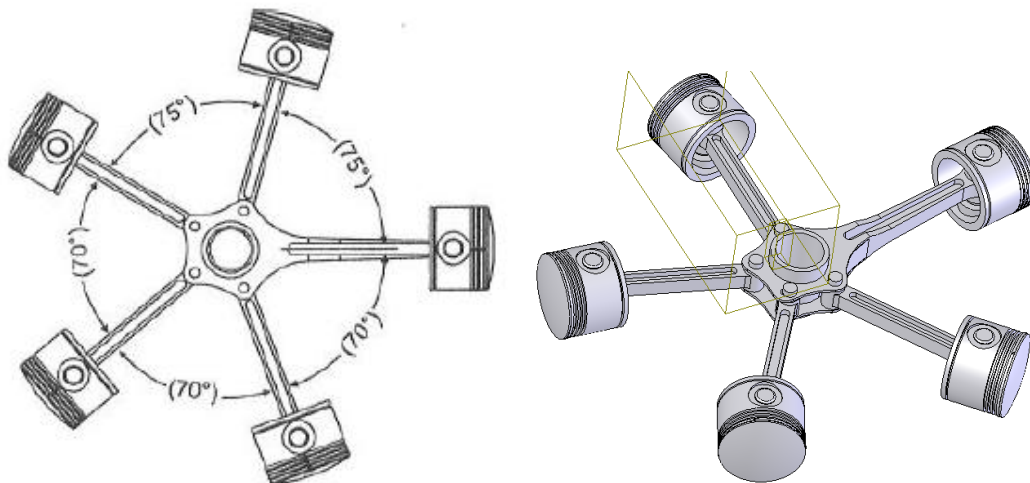

Рис. 7.3.15. Попереднє розташування елементів у двигуні
11. Скопіюйте збірку простого шатуна і пальця. Розташуйте їх в збірці як показано на рис. 7.3.15. Для цього можна використати два кругових масиви з 3 елементами і з кутами між ними 70 і 75 градусів відповідно.